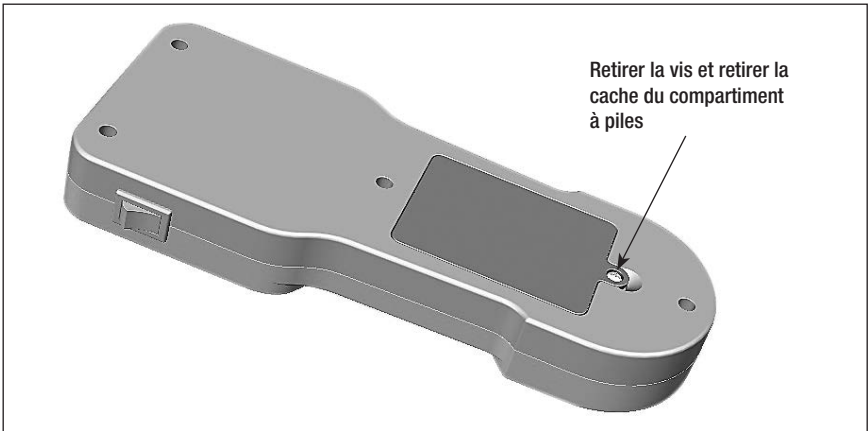

Figure 1. Ouvrir et fermer le compartiment à piles
**P**our des raisons de sécurité, vous devez utiliser un tournevis cruciforme pour ouvrir le compartiment à piles. Utilisez un tournevis cruciforme pour retirer la vis qui maintient la cache fermée du compartiment à piles et enlevez la cache pour accéder au compartiment des piles (voir la figure 1). Insérez trois piles AAA en alignant les signes « + » et « - » sur les piles et dans le compartiment à piles. Remplacez la cache du compartiment à piles et enclenchez-la en position fermée.